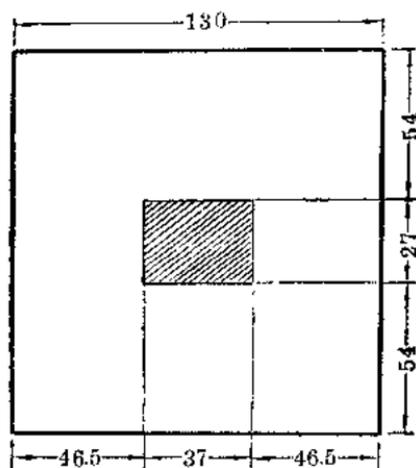

图 3
v. 片框隔板 在片框隔板中心开挖一个  $37 \times 27$  (毫米)2 的片框孔(图 3)。